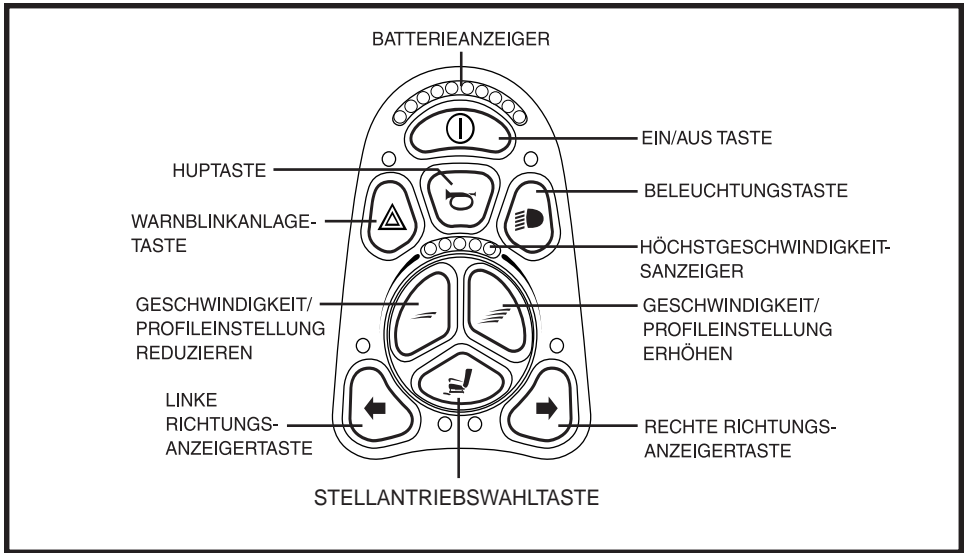

Abb. 5. VR2-Steuerungstastatur mit 9 Tasten
2. Die Stellantriebswahltaste drücken, um Stellantrieb 1 zu wählen. Siehe Abbildung 5.